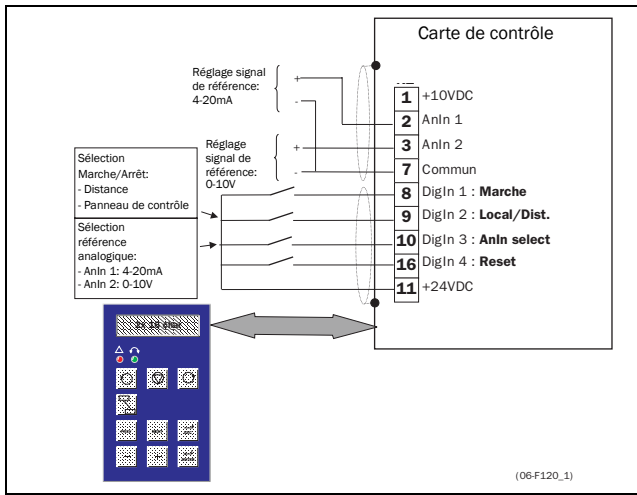

Fig. 41 Macro Local / Distance Ana
**REMARQUE !** Le cavalier S3 doit être réglé sur " courant ". Voir § 3.10, page 19. Voir Fig. 41 pour un exemple de connexion.